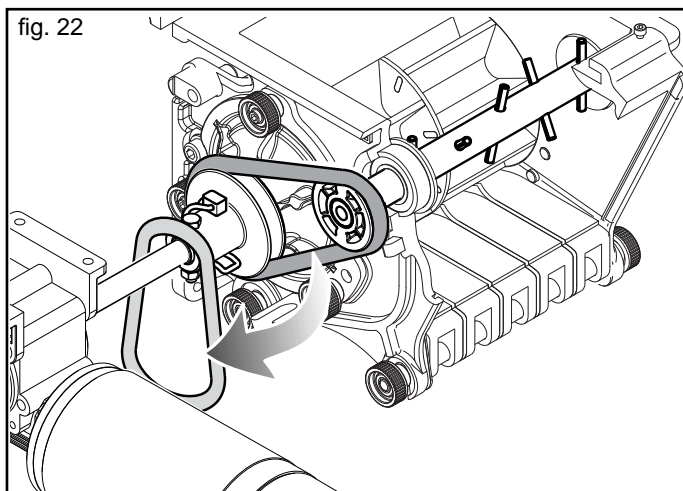

fig. 22
- Pour désactiver l'agitateur, soulever la courroie ronde sur le bord de la poulie motrice et, sur le côté opposé, tourner facilement le rouleau doseur dans la direction d'entraînement. La courroie sautera (Fig. 22).